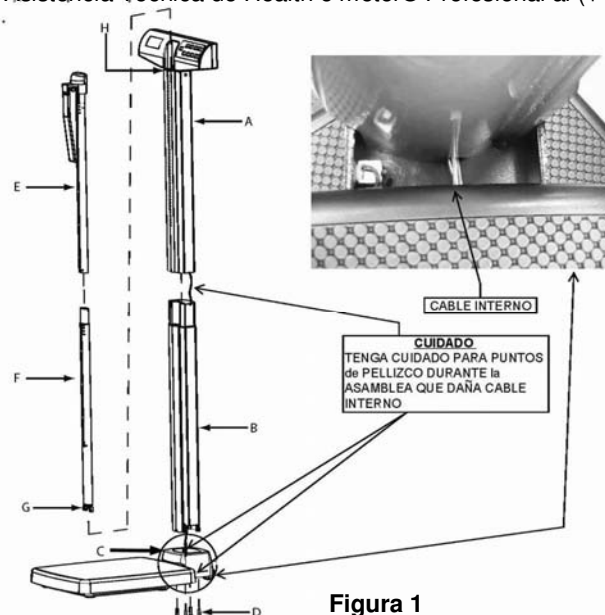

Figura 1
Conecte el adaptador (NO INCLUIDO) en la base de la balanza y a la fuente de alimentación. Refiera por favor a la página 9 para la información con respecto a los adaptadores disponibles para el uso con esta balanza. Cuando se utiliza un adaptador, el icono de la pila no se mostrará en la pantalla. La localización del gato de la potencia del adaptador (C) se indica abajo en la Figura 1.
1. Encuentre el cable dentro de la columna superior (A) y diríjalo a través del la columna más baja (B).
2. Después de que el cable se dirija a través de (B), enchúfe el cable en la base (C).
3. Conecte las columnas (A) y (B), después asegúrela a la base (C) usando los 4 tornillos proporcionados (véa la Figura 1).
4. Conecte el estadímetro (tallímetro) superior (E) al estadímetro (tallímetro) más bajo (F) y entonces diríjalo por la apertura (H) a la cima de la columna superior.